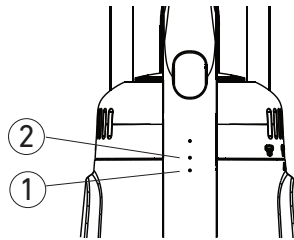

Abb. 2
3. Die Kontrollleuchte zeigt den Status an (Abb. 2):
- Aufladen: Licht ① blinkt, Licht ② ist aus.
- Halb aufgeladen: Licht ① an, Licht ② blinkt.
- Vollständig geladen: Licht ① und ② leuchten und gehen nach 10 Minuten wieder aus.
- Niedriger Akkustatus: Licht ① blinkt, Licht ② ist aus.
HINWEIS! Die Kontrollleuchte ① (Abb. 2) blinkt, wenn der Akku fast leer ist und aufgeladen werden muss. Wird der Ladevorgang nicht rechtzeitig begonnen, schaltet sich der Staubsauger aus.